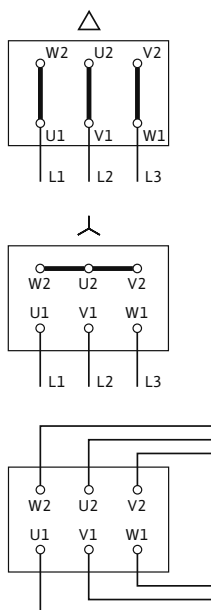

Fig. 17: Захранване от мрежата
Схемата на свързване за електрическото присъединяване се намира в капака на клемната кутия (виж също Fig. 17).
- Захранването от мрежата зависи от мощността на мотора P2, от напрежението на ел. мрежата и от вида стартиране. Необходимото свързване на съединителните мостове в клемната кутия може да се види в следния списък „Таблица 4: Полагане на свързващите клеми“ на страница 19 както и на Fig. 17.